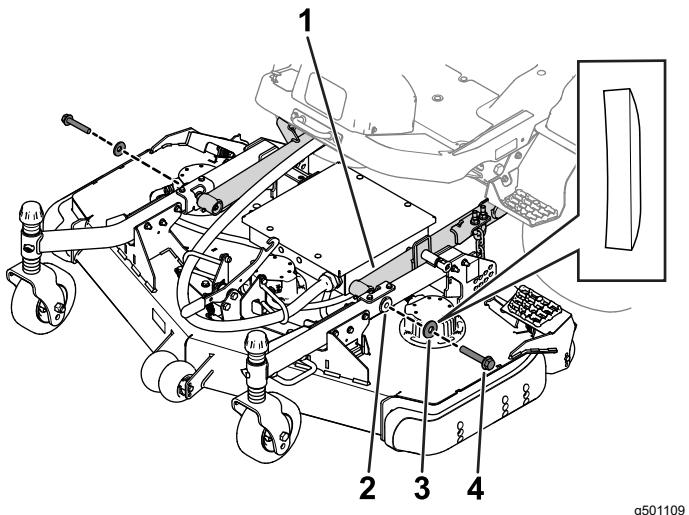

Figura 3
4. Utilice 2 pernos de cabeza hexagonal y 2 arandelas para fijar los brazos de las ruedas giratorias a los brazos de elevación (Figura 3).
Asegúrese de colocar las arandelas con el lado curvo junto a la cabeza del perno (Figura 3).